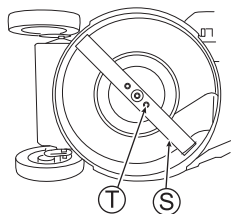

Fig. 40
2. Se a lâmina (S) ou os parafusos de fixação da lâmina (T) estiverem "desgastados", "quebrados" ou "deformados", instale uma peça nova especificada pelo fabricante.
3. Verifique se os parafusos de fixação da lâmina (T) estão apertados com o torque especificado. (Veja a fig. 40)
2. Aperte manualmente os parafusos de fixação da lâmina (T).
4. Verifique se os parafusos de fixação da lâmina (T) estão apertados com o torque especificado. (Veja a fig. 40)